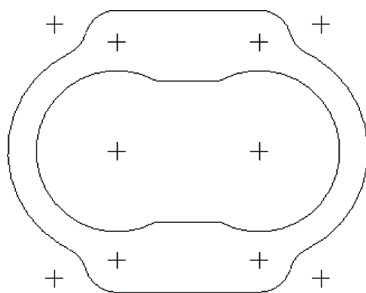

图 3-42 动态修剪草图
STEP 04 释放鼠标，选中的线段即可被删除，单击鼠标中键，完成动态修剪草图，效果如图 3-42 所示。